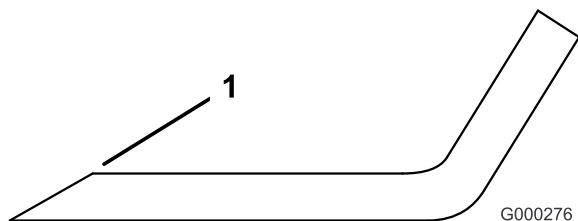

Figure 57
1. Au moyen d'une lime, aiguiser les tranchants aux deux extrémités de la lame (Figure 57). Veillez à conserver l'angle de coupe d'origine. Limez la même quantité de métal sur chacun des deux tranchants pour ne pas déséquilibrer la lame.